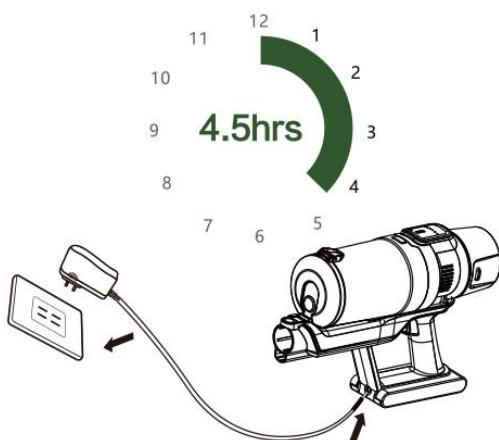

Abb. 3
3. Der Anschluss des Ladesteckers ist in der Ladeaufnahme integriert. Um den Adapter getrennt zu verwenden, montieren Sie die Schraube mit einem Schraubendreher ab. Öffnen Sie danach die Abdeckung. Anschließend können Sie den Ladeanschluss von der Ladeaufnahme abnehmen. (Abb. 3)